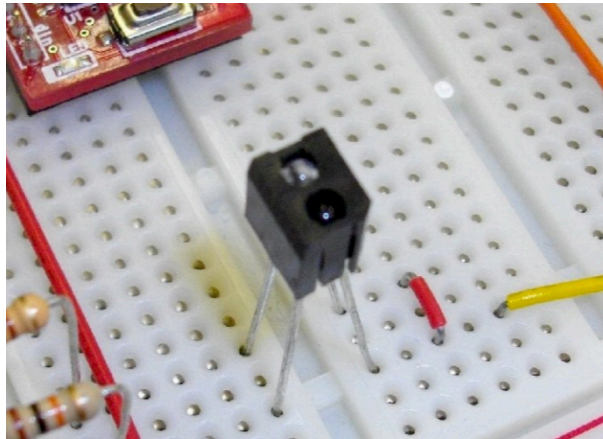

図 9: フォトリフレクタ
1.3 図 9 の電子部品 (フォトリフレクタ RPR-220) を次のような点から調べなさい。